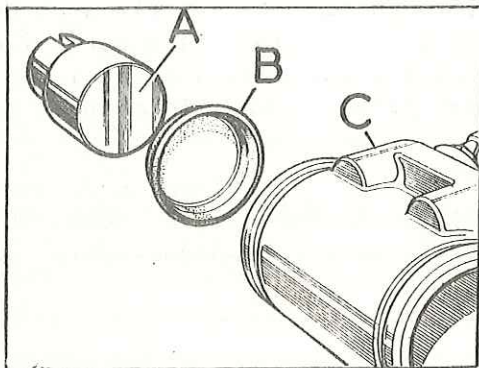

Fig. H-41 Ubicación del sellado
- 3.3. Situar en el cilindro de rueda sus componentes, pero de forma que la parte plana de las gomas, B (Fig. H-41) se apoye contra el émbolo A.
- 1.1. Aflojar las zapatas y el muelle de retroceso, B (Fig. H-41) ejerciendo palanca sobre el extremo, C, de la zapata de arrastre, separándola de los cilindros de rueda.